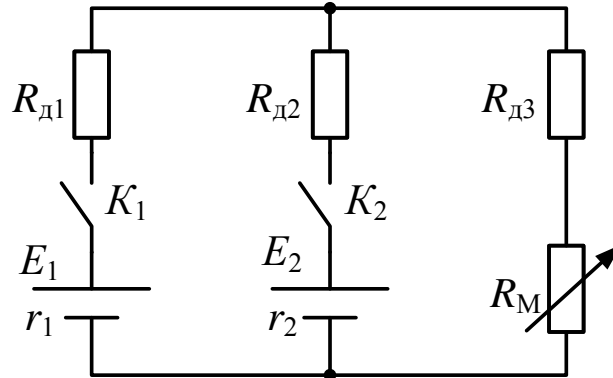

Рис. 3.5
2.1. Соберите схему, приведенную на рис. 3.5. Ключи K_1 и K_2 установите в разомкнутое положение (рычажками вниз). По заданию преподавателя на магазине сопротивлений установите значение 200-250 Ом.
3.1. Для схемы на рис. 3.5, для замкнутого положения ключей, составьте систему уравнений по правилам Кирхгофа согласно алгоритму, приведенному в разделе «Общие сведения».